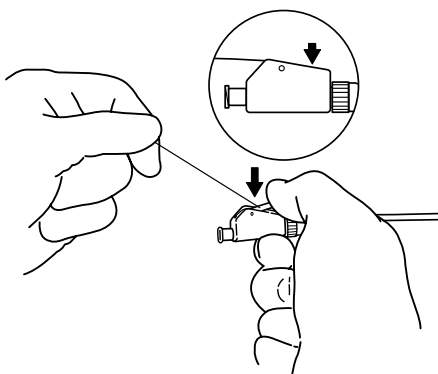

Fig. 2
- b. Tryk låsekammens greb ned, indtil der mærkes et tydeligt "klik", samtidig med at suturen trækkes tilbage. Stentens distale løkke er nu låst i position. (**Fig. 2**)